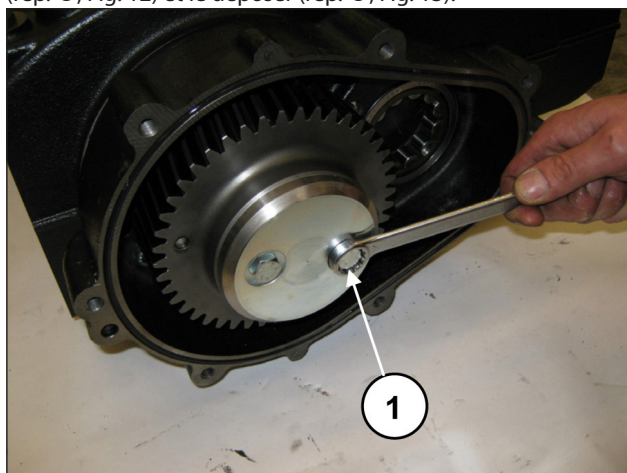
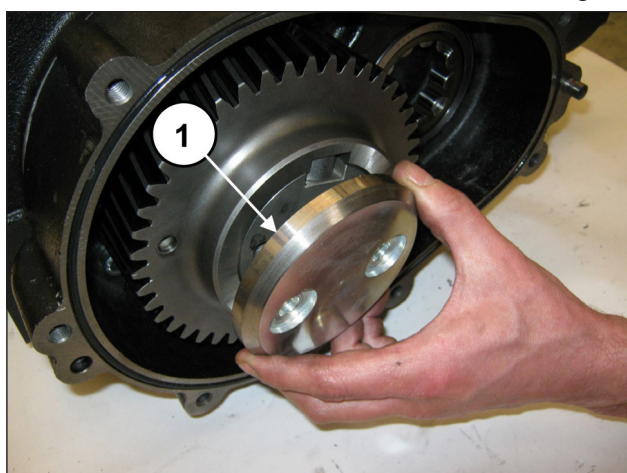

Fig. 12
Fig. 13
Dévisser les vis de fixation de l'immobilisateur de couronne (rep. ①, Fig. 12) et le déposer (rep. ①, Fig. 13).